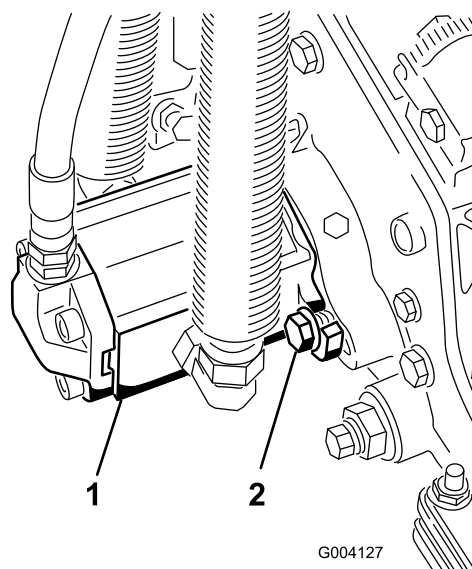

Figura 20
16. Instale o motor rodando-o no sentido dos ponteiros do relógio de forma a que as flanges do motor se afastem dos parafusos (Figura 20). Rode o motor no sentido contrário aos ponteiros do relógio até que as flanges envolvam os parafusos e apertem os parafusos.